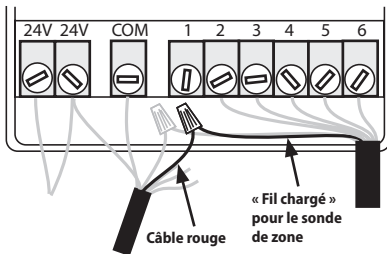

Figure 10
4. Déconnecter le câble de la zone ciblée identifié et marqué auparavant (zone n°1 de la figure 10). Reliez le fil rouge du SMRT-Y à l'interface d'utilisateur à l'aide d'une marrette (Consulter la figure 10).